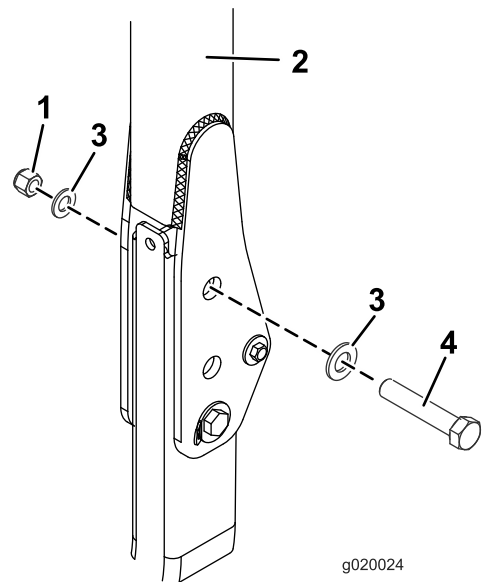

Рисунок 30
4. В отверстия, из которых были извлечены штифты, установите болты с шайбами (Рисунок 30).
5. Установите еще по одной шайбе на каждый болт и закрепите с помощью гаек (¾ дюйма), как показано на Рисунок 30. Затяните гайки с моментом от 323 до 396 Н·м.
6. Затяните болт оси поворота конструкции ROPS (Рисунок 30) с моментом 91 – 113 Н·м, чтобы предотвратить любые вибрации защитной дуги и солнцезащитного навеса.
3. Установите шайбу (13/16 x 1½ дюйма) на каждый болт (¾ x 4 дюйма), как показано на Рисунок 30.